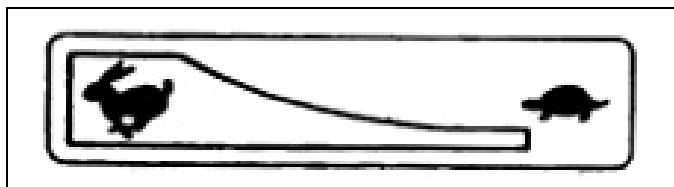

Figura 5-6. Posición del acelerador
3. Mueva la palanca de control del acelerador (C) a la posición "Alta" (Conejo) (Figura 5-6.).
1. Mueva la palanca de control del acelerador a la posición “Baja” (Tortuga) (Figura 5-6.) (si corresponde).
2. Ajuste el interruptor de motor ON/OFF en la posición OFF (0).
3. Gire la válvula de combustible a la posición OFF (0) si corresponde.